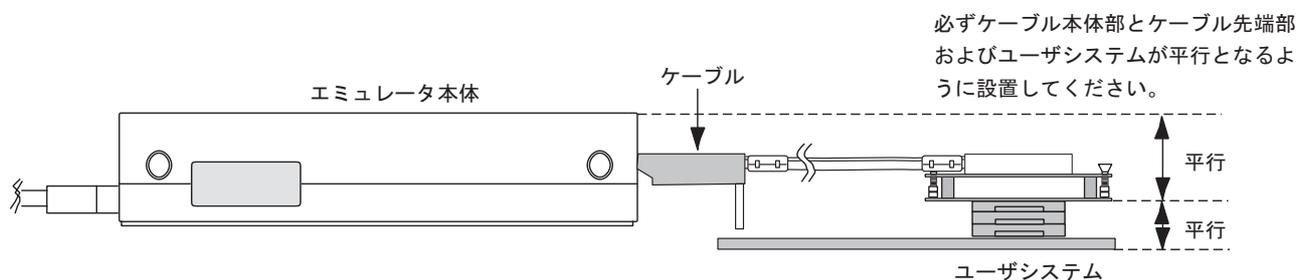

図8 設置例
- (1) ユーザシステムへの接続時には1ピン位置に十分注意して、誤接続は絶対にしないでください。
- (2) 本ユーザシステムインタフェースケーブルを使用する場合の推奨マウントパッド寸法は、MCU実装用マウントパッド寸法とは異なりますので注意してください。
- (3) 本ユーザシステムインタフェースケーブルは、HS3664EPI61HおよびHS3664EPI62Hエミュレータ専用ですので、他のエミュレータ本体には使用しないでください。
- (4) ケーブル本体部が断線する可能性がありますので、本ユーザシステムインタフェースケーブルの上に重いものや金属等の角の尖ったものを置かないでください。
- (5) ユーザシステムに接続した状態では、ユーザシステムインタフェースケーブル、特にケーブル先端部に無理な力が加わらないように注意する必要があります。図8の設置例を参照してご使用ください。